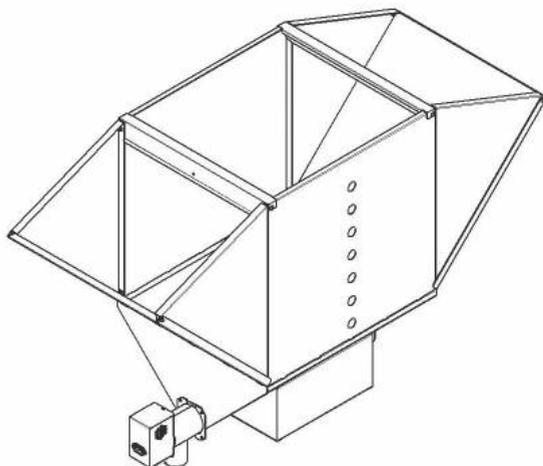

Рисунок 12
6. Для установки второй пары вставок повторите пункты 1 – 4. (Рис. 12).